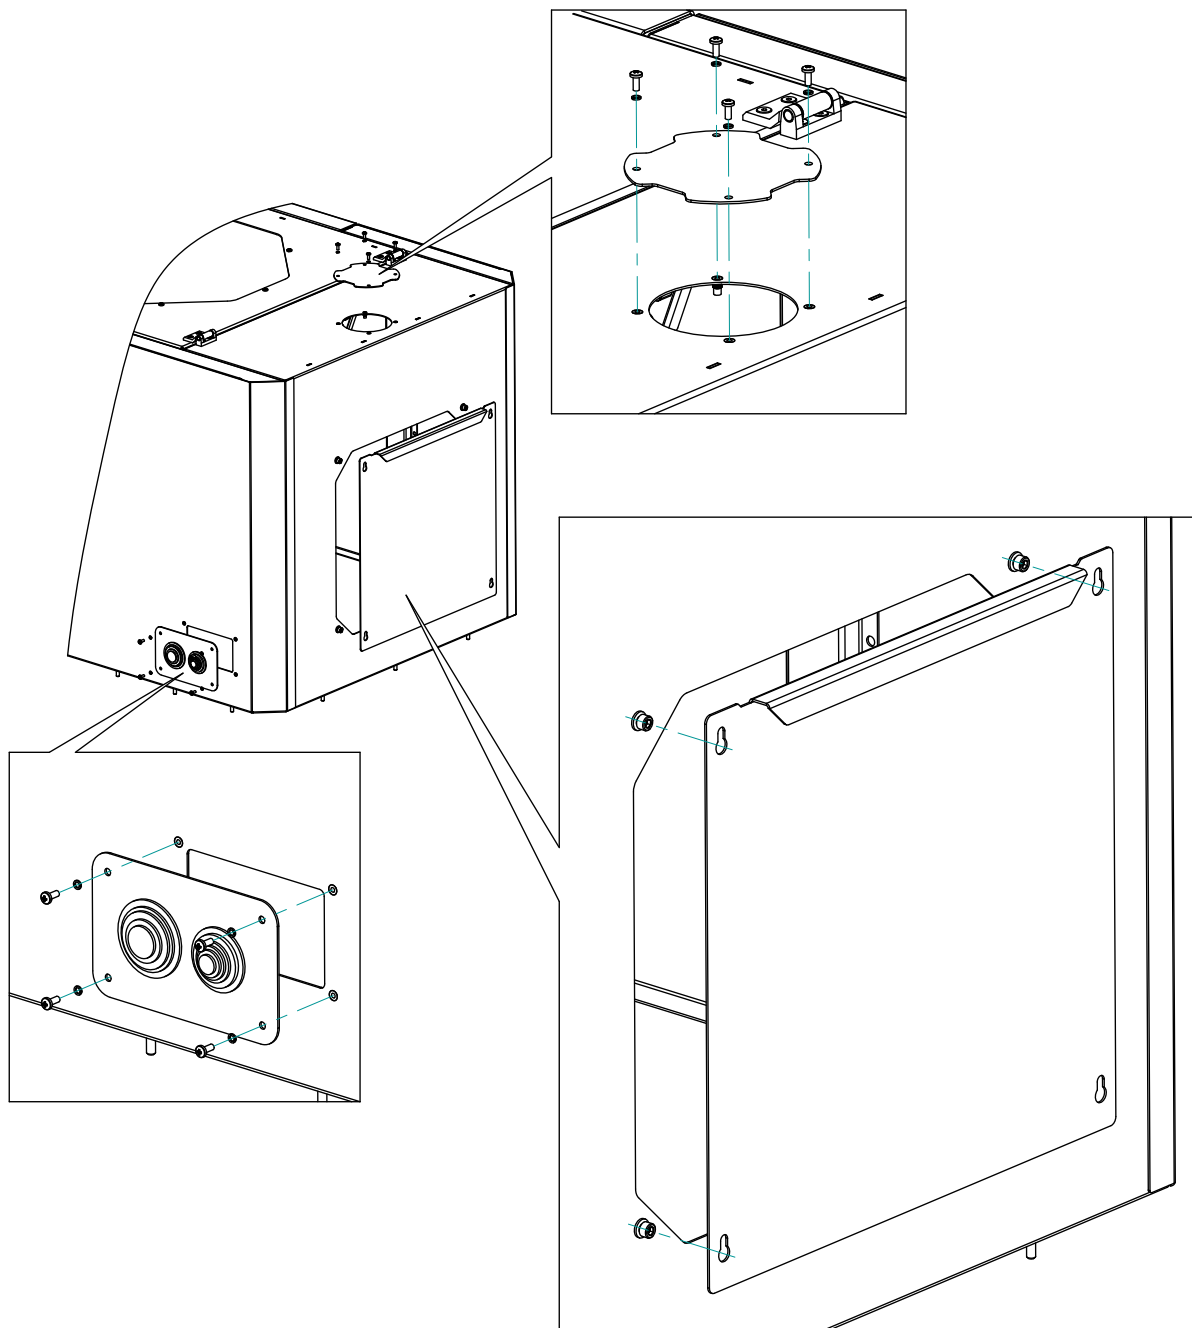

Рисунок 7 — Расположение заглушек.
Для удобного доступа к панели станка с разъемами а также облегчения удаления стружки на задней стенке предусмотрена дверца (рис. 7). Для герметичного вывода проводов в боковых стенках имеются две заглушки: одна глухая, одна с установленными сальниками, что позволяет выводить провода с любой из сторон.
- снять заднюю дверцу и заглушки (если требуется) (рис. 7).